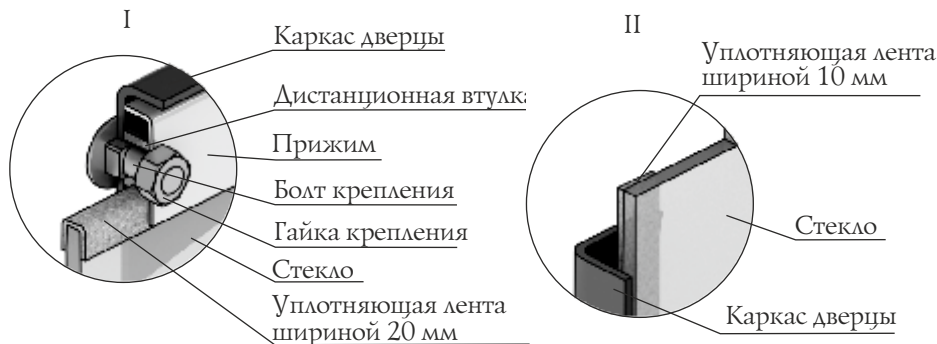

Рисунок 15. Крепление светорозрачного экрана дверцы модели «Витра»
1. Открутите две гайки, фиксирующие прижим (рисунок 15.I), и демонтируйте его и дистанционные втулки.
3. Возьмите новое стекло, если на нем нет уплотняющих лент, наклейте их: лента шириной 20 мм наклеивается сверху и снизу стекла «П»-образно (рисунок 15.I), лента шириной 10 мм наклеивается вертикально, вдоль боковых сторон стекла (рисунок 15.II).
4. Вставить стекло в упор, при этом лента наклеенная с боковых сторон (вертикальная) должна быть зажата между стеклом и каркасом дверцы (рисунок 15.II).